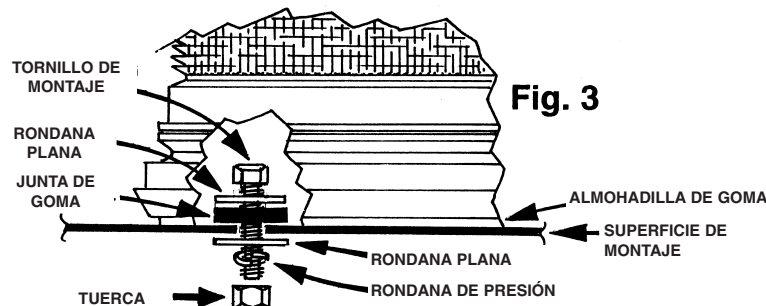

Fig. 3
8. Asegure la base de la luz de advertencia al vehículo usando la herramienta proveída. Para prevenir vibración y fugas de agua, use solo con la herramienta proveída por Wolo® en este juego y montelo solamente como se muestra en la Fig. 3. **IMPORTANTE:** Apriete los tornillos uniformemente.